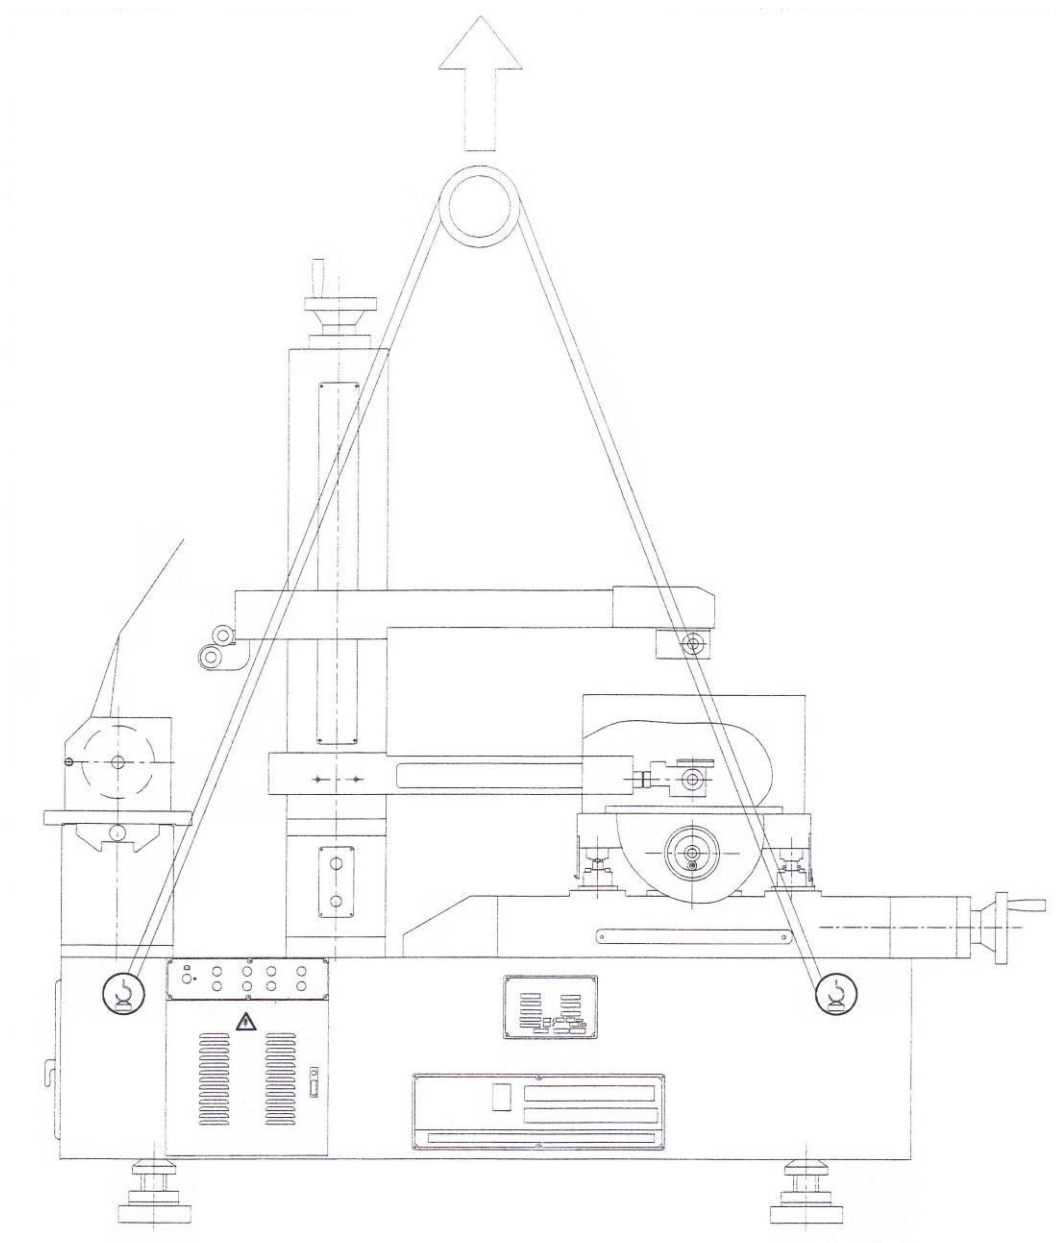

Рис.4. Подъем станка DK 77
Станок следует перемещать краном (см. рис. 4) или вилочным погрузчиком, подведя его вилы под основание станка.
- При подъеме станка (рис. 4) в точках соприкосновения подъемного троса с наружной поверхностью станка подложите резиновые или деревянные блоки и т.п., чтобы не повредить окрашенную поверхность.